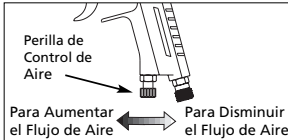

Figura 4 - Para Ajustar el Suministro de Aire a la Pistola Pulverizadora
- Para ajustar la presión de aire oprima el gatillo y abra completamente la perilla de control de aire (de haberla). Si desea reducir la presión del aire para pintar ciertas áreas, use el regulador del compresor de aire o la perilla de control de aire para reducir la presión al nivel deseado (Vea la Figura 4).